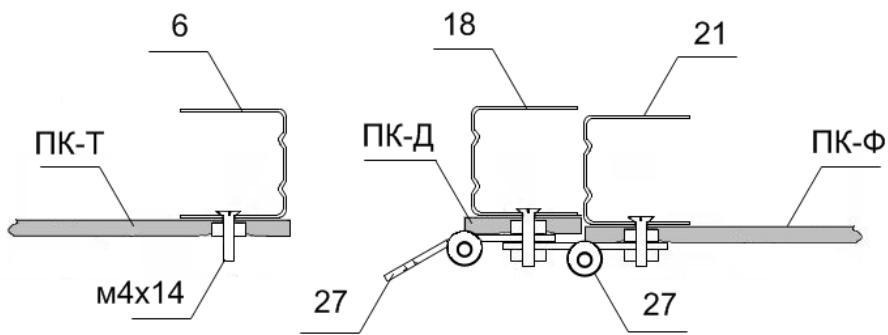

Рис. 17
4.2. В местах крепления петель на стойке дверного проёма № 6 в поликарбонате сделайте отверстия. С внутренней стороны профиля установите винты м4x14 и затяните гайками со стороны покрытия торца, чтобы гайка утонула в поликарбонате (см. рис. 17).
4.5. Отсоедините дверь от торца и произведите крепление покрытия к двери. Закрепите винты M4x14 для крепления петель (см. рис. 17).
4.7. Закрепите винты M4x14 для крепления петель. На выступающих винтах M4x14 закрепите петли (см. рис. 17), установите форточку в дверь, а дверь в дверной проём на торце.